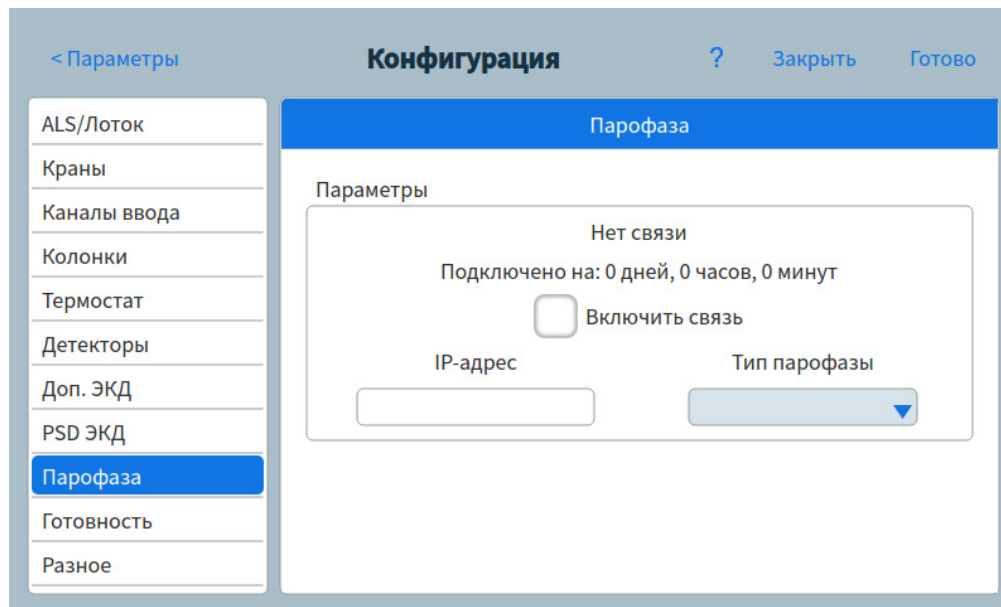

Рис. 60. Страница параметров парофазы
- 1 Выберите **Параметры > Конфигурация > Парофаза**. См. **Рис. 60**.